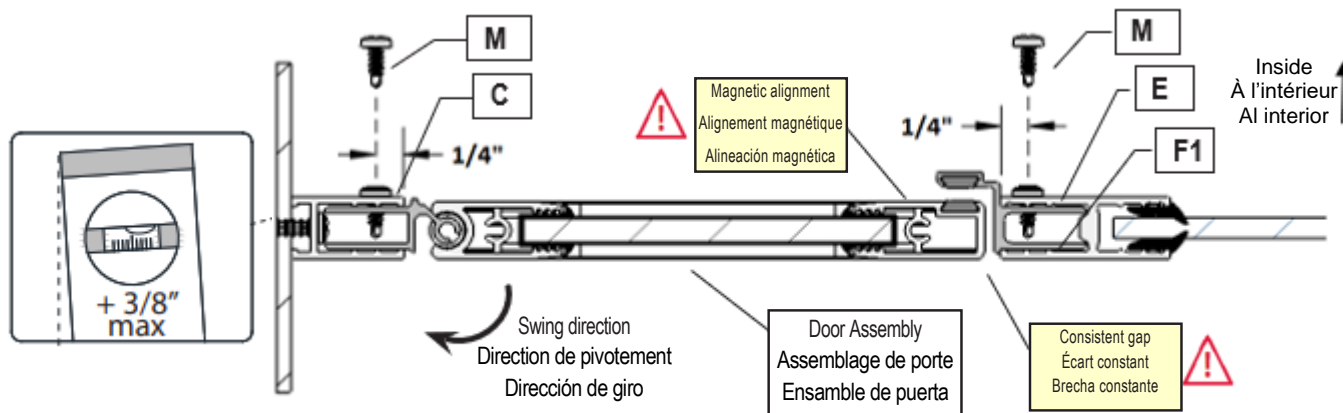

Fig 13b
1. Adjust the **Door Assembly (H)** and **Strike Post (F1)** so that the **Door Magnetic Strike** meets the **Magnet (F2)** in the **Strike Post (F1)**. (Fig 13b)
1. Ajustez l'**assemblage de la porte (H)** et le **montant mural (F1)** de sorte que le **montant magnétique de la porte** rencontre l'**aimant (F2)** dans le **montant mural (F1)**. (Fig 13b) **REMARQUE :** Il doit y avoir un espace égal entre la gâche de porte et le poteau de gâche de haut en bas.